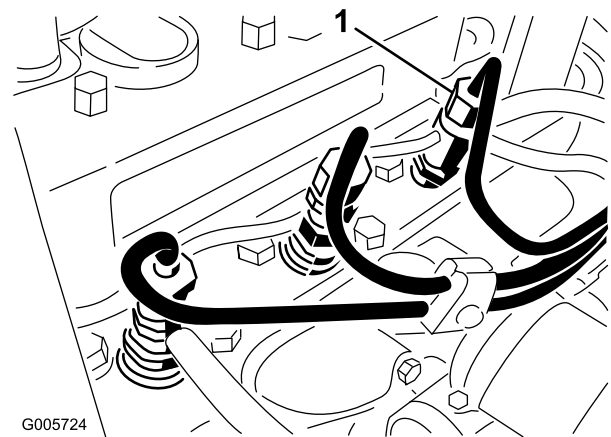

Bild 48
1. Lockern Sie den Leitungsanschluss an der Injektordüsen- und Halterungsgruppe Nr. 1 an der Einspritzpumpe (Bild 48).